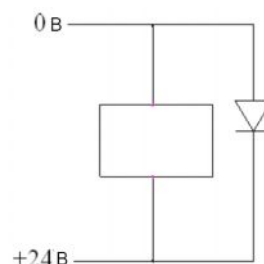
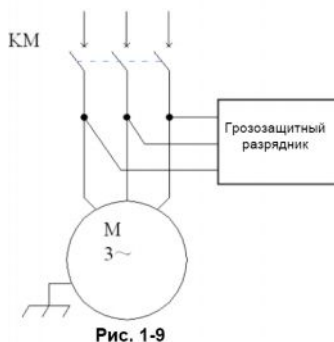

Рис. 1-8
Рис. 1-9
3. Для предотвращения воздействия: подключить параллельные RC-цепи в обоих концах обмотки переменного тока (Рис.1-7). RC-цепь должна быть расположена как можно ближе к индуктивной нагрузке; в обратном направлении нужно подключить диод свободного хода с обоих концов обмотки постоянного тока (Рис.1-8). Подключить параллельный грозозащитный разрядник с обоих концов обмотки двигателя переменного тока (Рис.1-9);